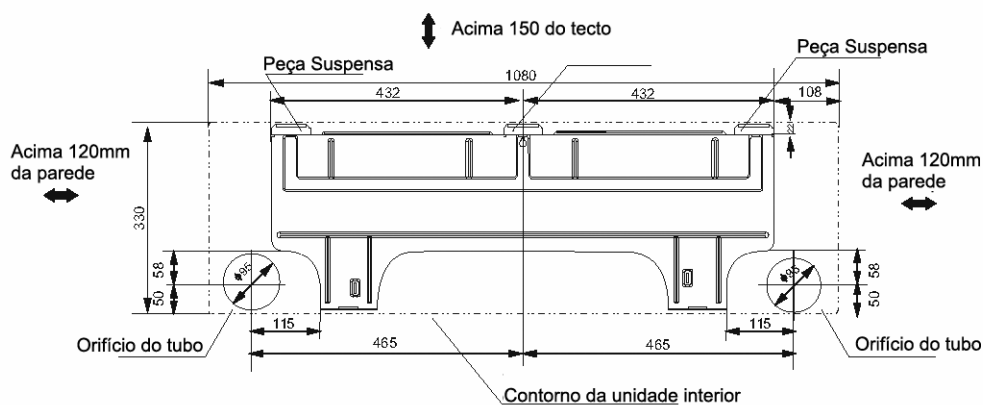

Fig.5
1. Determine as posições do orifício de acordo com o diagrama pormenorizado na Fig.5. Faça um (1) orifício (Φ 95mm) ligeiramente inclinado para o exterior.